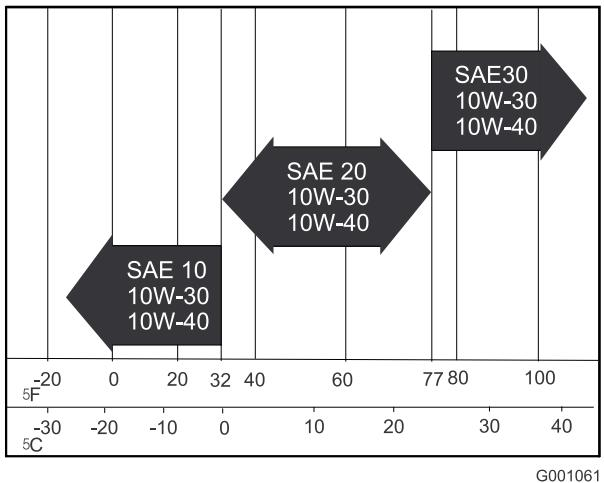

Figura 43
**Viscosidad del aceite de motor:** Seleccione la viscosidad del aceite de motor según la temperatura ambiente del aire; consulte la tabla de Figura 43.